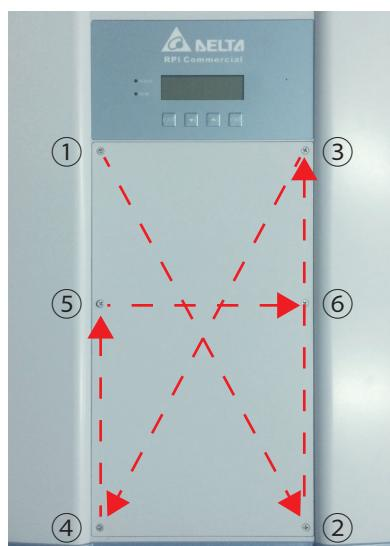

図 7-4
5. 3つのコネクターを差し込み、前面カバーを閉じます。前面カバーを取り付ける際には、全てのネジを仮止めしたうえで、下記番号順にて0.8N・mのトルクで締め付けてください。(図 7-4)
5. 前面カバーを閉じます。(図 7-4)